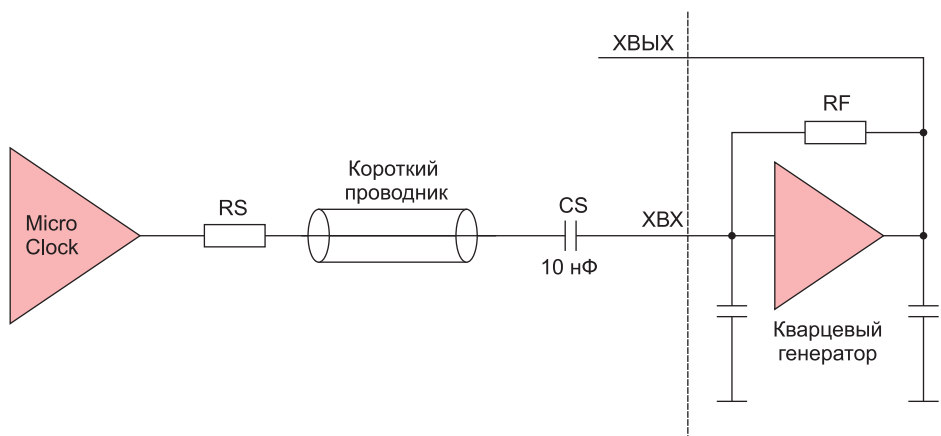

Рисунок 2. Подключение ко входу кварцевого генератора
- Подключение ко входу, предназначенному для кварцевого резонатора. В большинстве случаев такие входы (рисунок 2) лучше всего работают именно при сигнале с малой амплитудой, что является беспроигрышной ситуацией, то есть более низкая амплитуда снижает мощность, потребляемую устройством. Рекомендуется установить значение амплитуды 1 В и связать выход MicroClock с входом кварцевого генератора